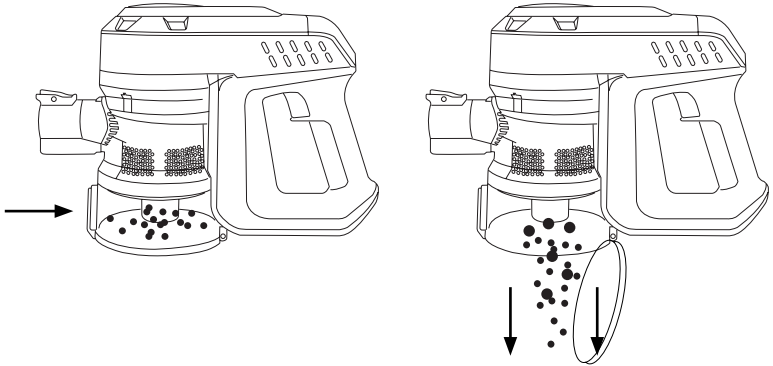

Fig.4
- Girar la parte inferior del depósito hacia las agujas del reloj i extraer hacia fuera. (Fig.4)